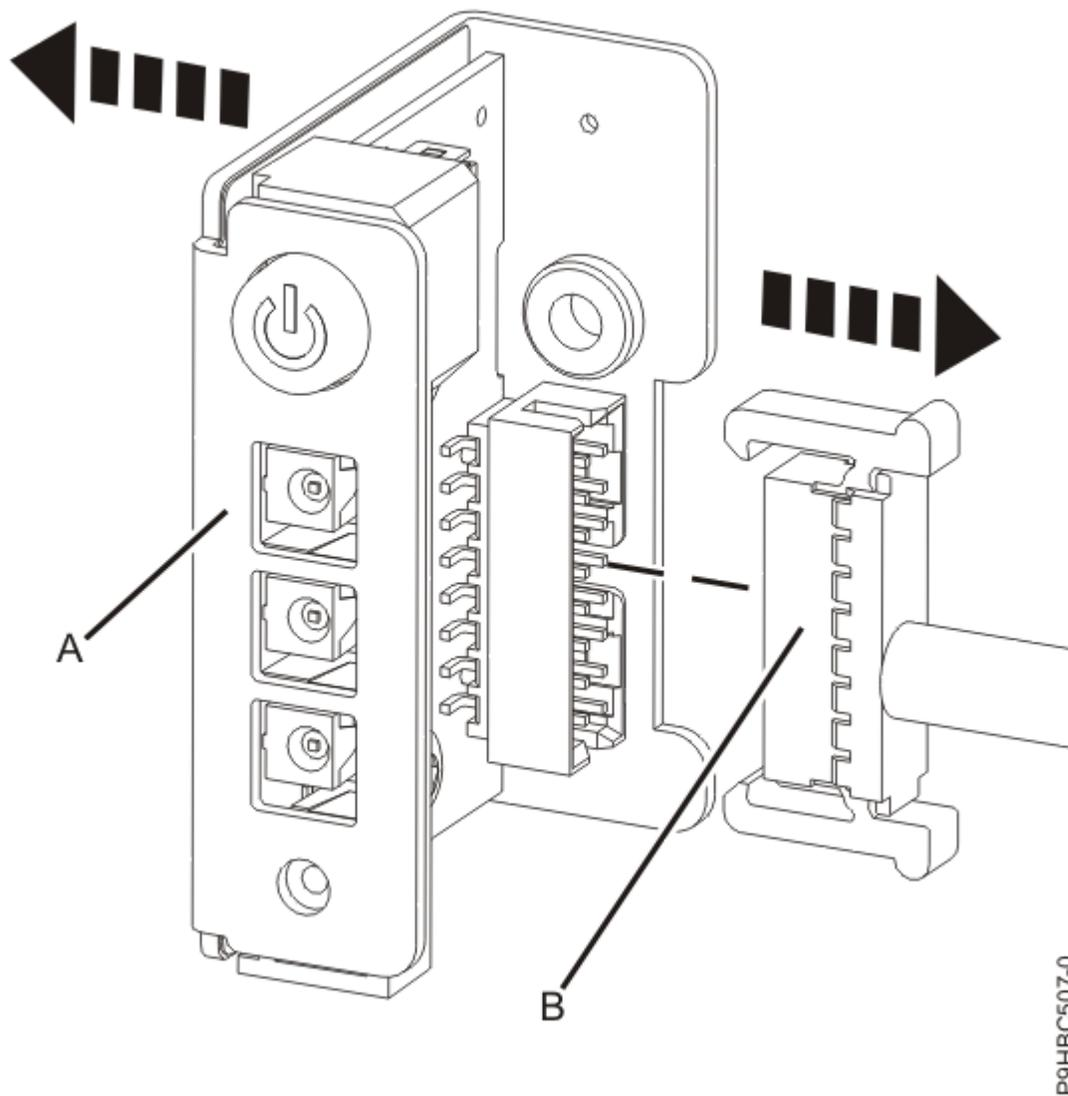

Figura 35. Desligar o painel de controlo do cabo
7. Desligue o painel de controlo **(A)** do cabo **(B)** conforme apresentado em Figura 35 na página 39. Prima os trincos de libertação em cada lado da ficha para remover o cabo do comutador.